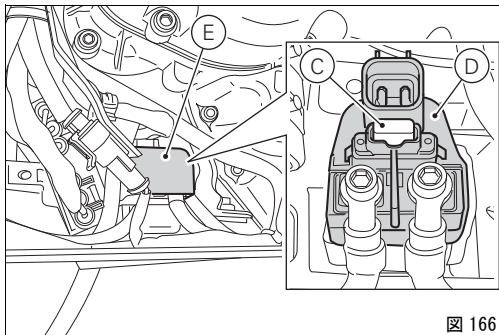

図 166
マスターヒューズは 30A ヒューズで保護されています。バッテリー (C、図 166) 後のスターターコンタクター上に配置されています。
メインヒューズ (C、図 166) は、スターターコンタクター (D) 上、バッテリーの近くに位置しています。交換の際は保護キャップ (E) を取り外して下さい。